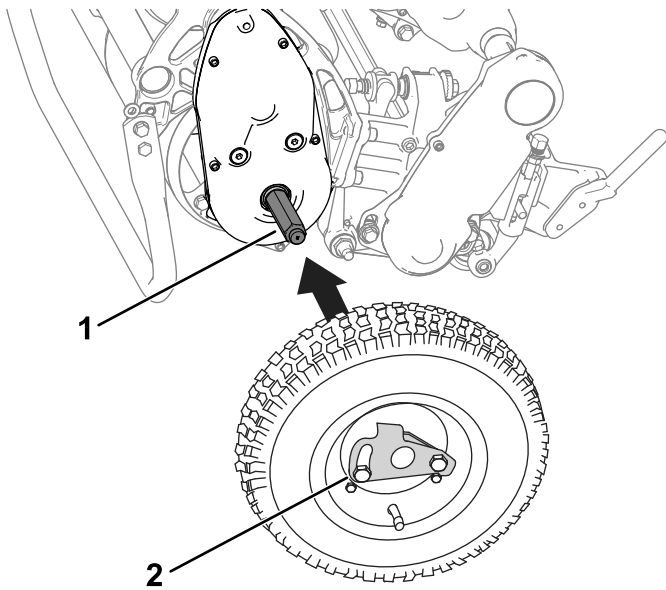

Bild 25
2. Ziehen Sie das Rad auf die Achse auf (Bild 25).
3. Drehen Sie den Radbefestigungsclip (Bild 25) von der Mitte des Rads weg, damit er weiter auf die Achse gleiten kann.